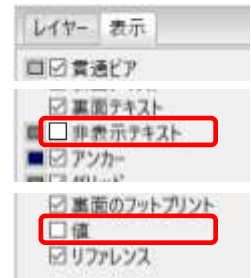

図 10-12
(11) 部品定数の非表示，部品番号の移動
- ① 右ツールバーの右にある「表示」タブをクリックします。
- ② 「非表示テキスト」「値」のチェックを外します。 右図 10-12
- ③ 部品番号にマウスポインタを合わせ、ショートカット M（ムーブ）を入力します。
- ④ マウスポインタに吸着された部品番号を移動先でクリックして配置固定します。ショートカット R（回転）も併用できます。